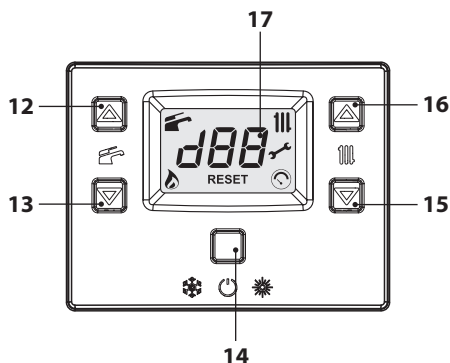

Figura 6.5
- Tenere premuto per 2 secondi il tasto 14 fino a far apparire sul display entrambe i simboli  e  Figura 6.5.
- Spegner la caldaia tenendo premuto per 2 secondi il tasto 14 (Figura 6.5) fino a far apparire sul display LCD il simbolo  (i trattini vengono accesi in sequenza per simulare uno scorrimento) (Figura 6.4).